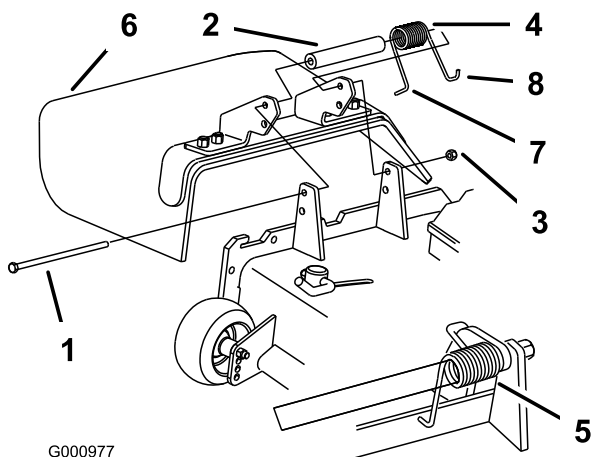

Figure 98
de pivot (Figure 98). Enlevez le déflecteur s'il est endommagé ou usé.
Remarque: Prenez soin de placer l'extrémité en L du ressort derrière le bord du tablier avant de mettre le boulon en place, comme indiqué à la Figure 98.
3. Remettez le boulon et l'écrou. Accrochez l'extrémité en J du ressort au déflecteur d'herbe (Figure 98).